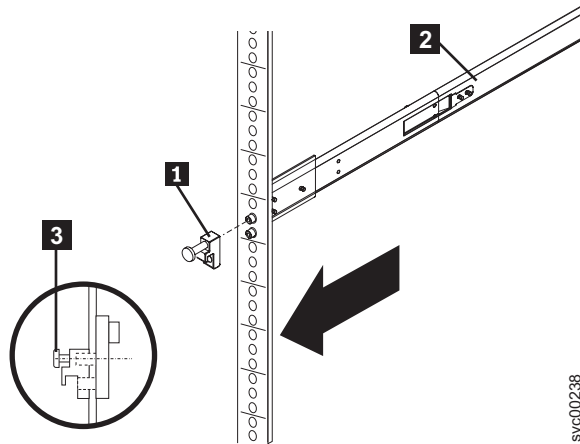

図 119. レール前面にラッチ受け座を取り付ける方法
5. 拘束ねじ **3** を使用して、527 ページの図 119 に示すように、1 つのラッチ受け座 **1** を右方レール **2** の前面に取り付けます。ねじは、指だけで締めてください。同じ方法で左側レールの前面にもう一方のラッチ受け座を取り付けます。